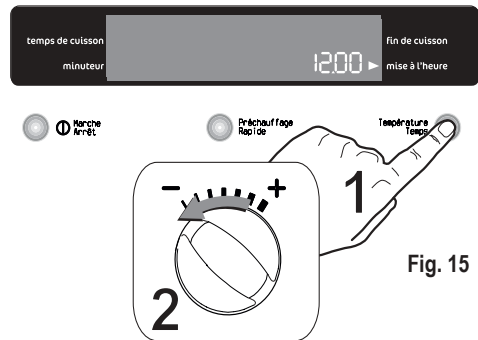

Fig. 15
- Appuyez tout de suite sur la touche "Température/Temps" et, en même temps, tournez la commande TEMPERATURE/TEMPS jusqu'à la position **—**. Le système émettra un bref signal sonore et "12.00" et l'indicateur "mise à l'heure" ► s'affichent de manière fixe (Fig.15).